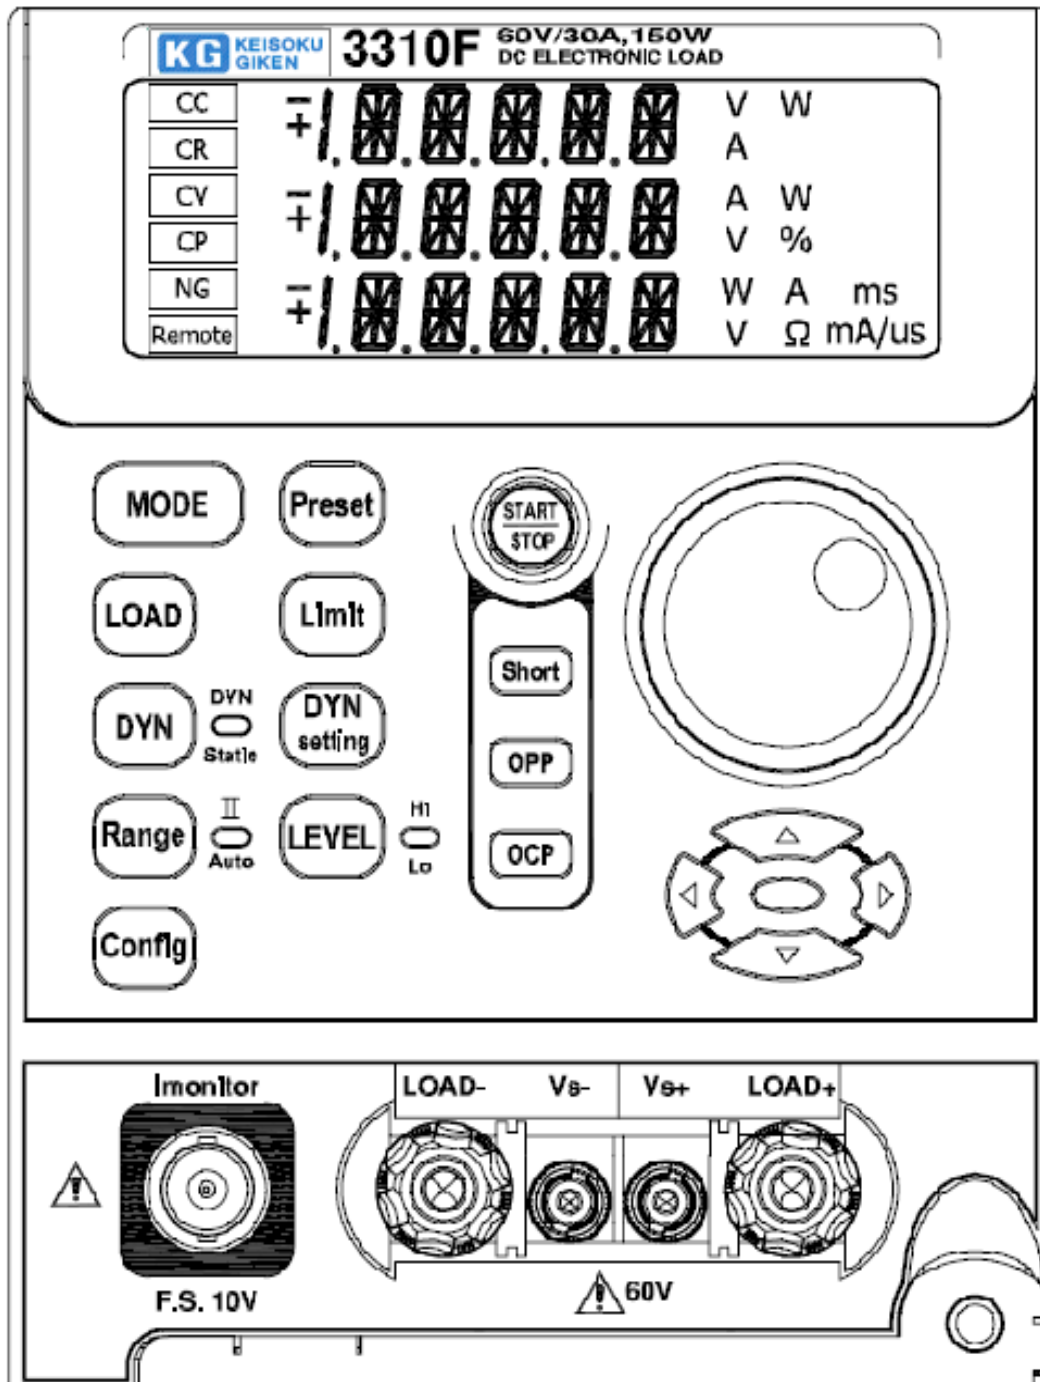

図2-1 3310Fシリーズ電子負荷モジュールのフロントパネル
- 2.1.1.4 ドライバを使用して3310Fシリーズ電子負荷モジュールの右下隅にあるネジを固定してください。ネジの位置は図2-1を参照ください。